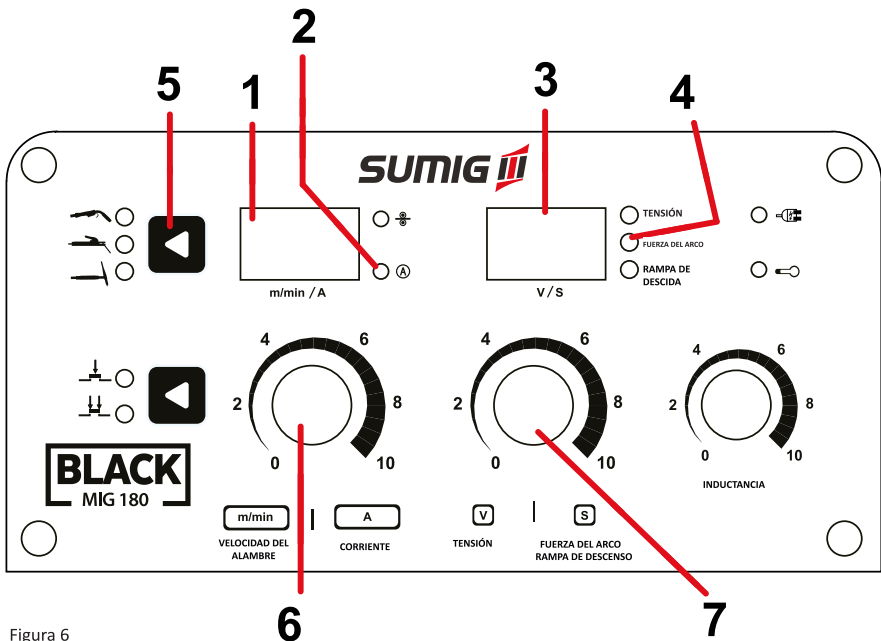

Figura 6
La figura 6 muestra los recursos usados en el modo MMA
2. Presione la llave de selección procesos (**posición 5, figura 6**) y seleccione MMA;
3. Ajuste la corriente de soldadura de acuerdo con el tipo de electrodo y proceso con el botón de parámetros E (**posición 6, figura 6**);
4. Seleccione la fuerza del arco con el botón parámetros D (**posición 7, figura 6**);